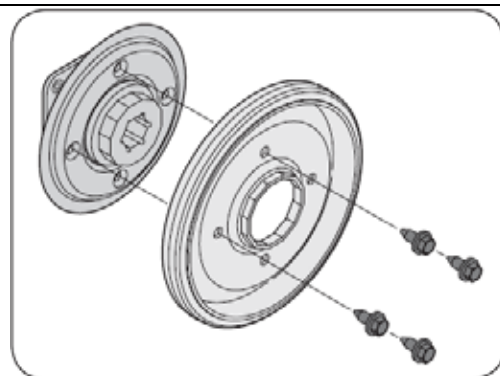

Рис. 39
7. Отверните четыре винта, фиксирующие фрикционное колесо к ступице в сборе (См. Рис.39). Отсоедините старое фрикционное колесо.